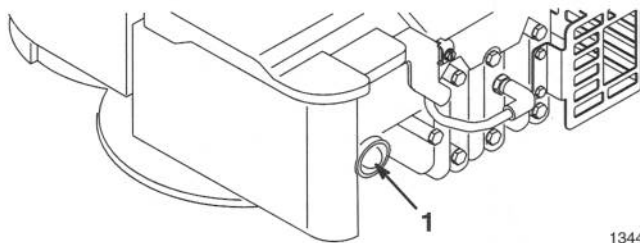

Figure 7
3. Appuyer trois (3) fois sur l'amorceur (Fig. 7).